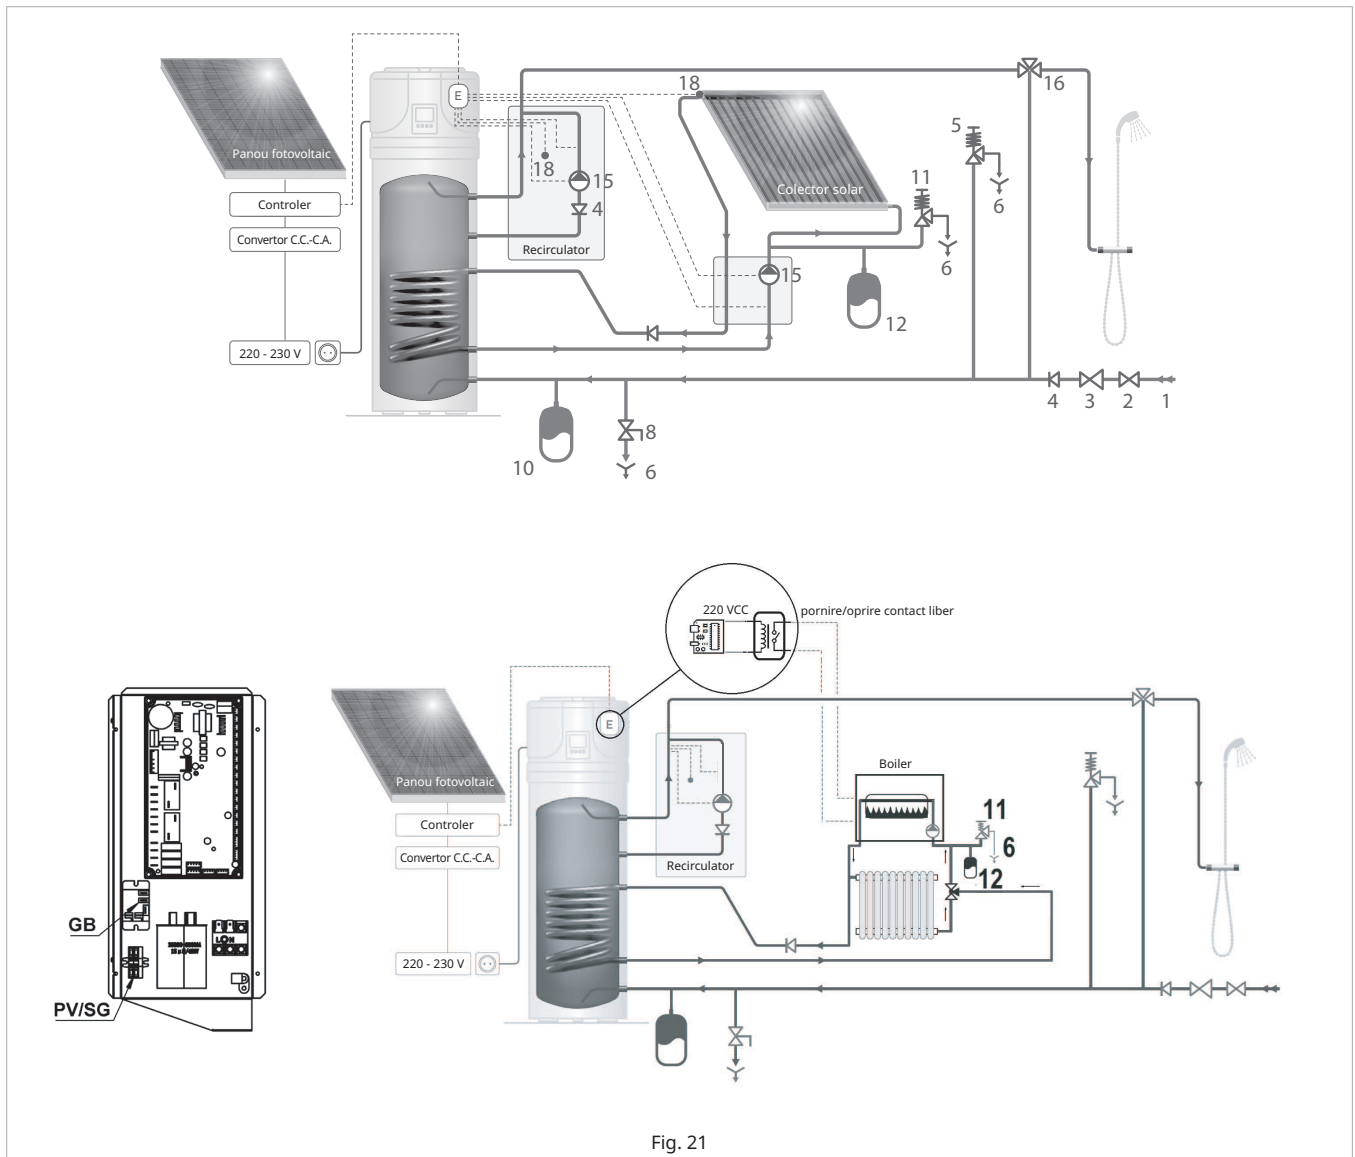
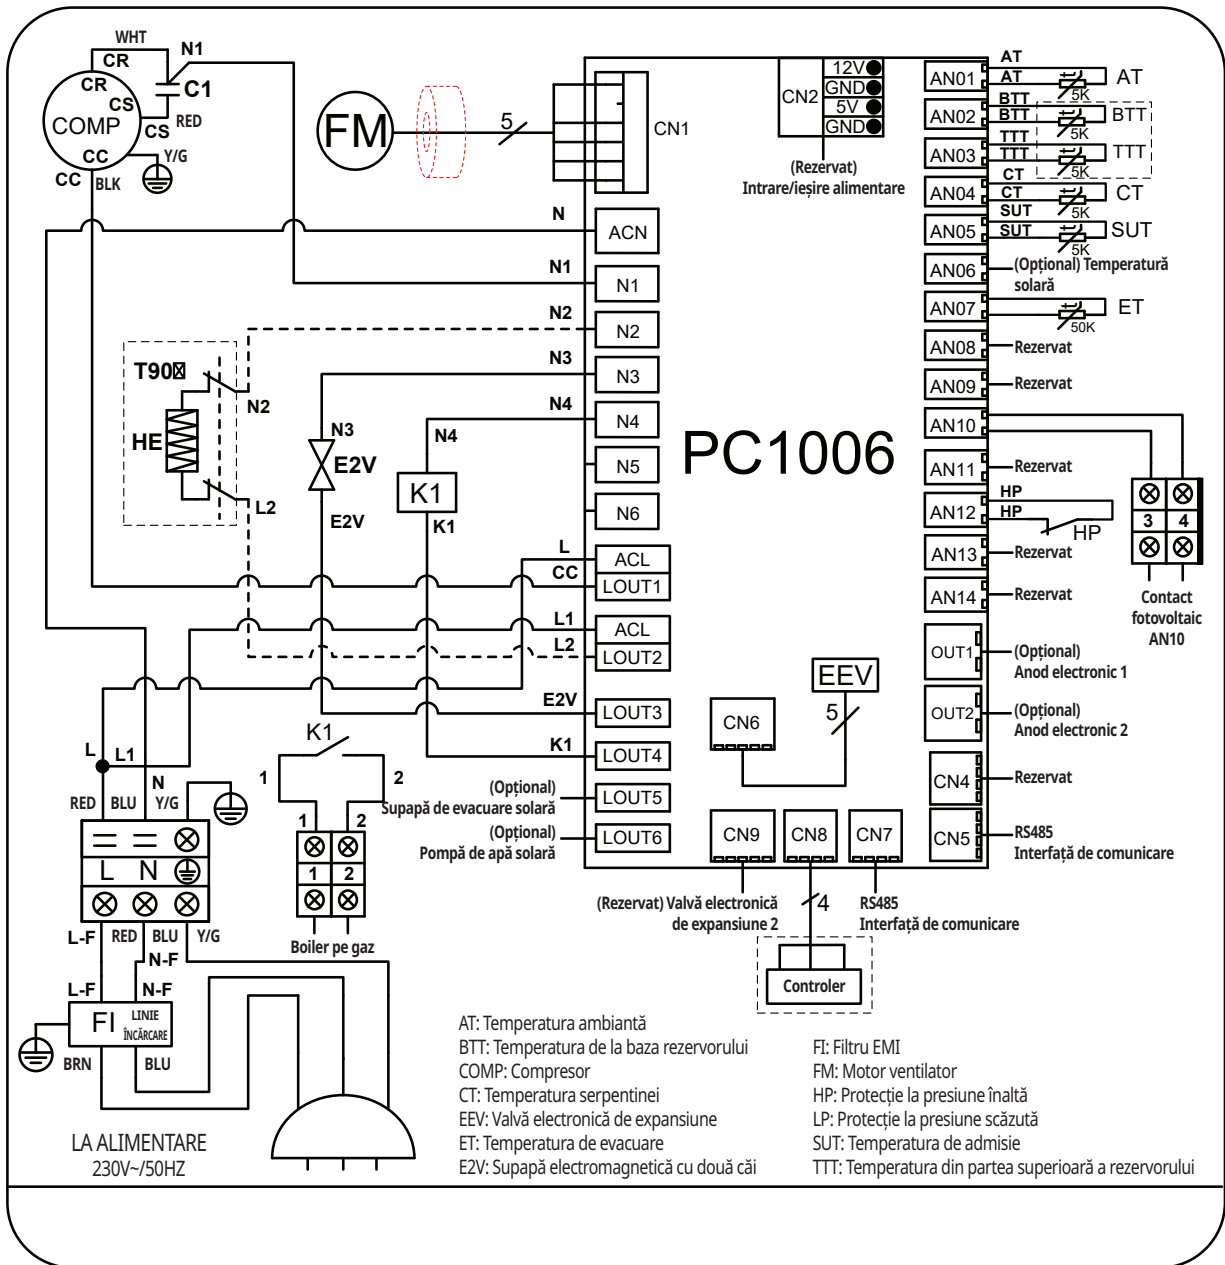

Fig. 21
Fig. 25
Conectați și reglați controlerul principal după cum urmează: Instalatorul trebuie să configureze parametrul „n12” (2 = pompă de apă solară) și să regleze „r02” la valoarea 2. Pompa de circulație externă 15, Fig. 25 (I max = 5A) trebuie conectată la terminalul LOUT6 + N6 (neutru). Senzorul termic solar 18 trebuie conectat la terminalul principal AN06 al PCB.
**⚠** Numai persoanele calificate trebuie să configureze și să instaleze bucla solară cu toate elementele conform Fig. 21!
În cazul necesității de recirculare a apei calde sanitare, pompa externă trebuie conectată și instalată hidraulic și electric conform Fig. 21 și 25. Curentul maxim disponibil pentru pompă este de 5 A rezistiv. De asemenea, senzorul termic opțional 18 (Fig. 21) trebuie conectat la terminalul AN06 al controlerului (Fig. 25) și poziționat corect pe instalația hidraulică (vezi Fig. 21). Instalatorul trebuie să